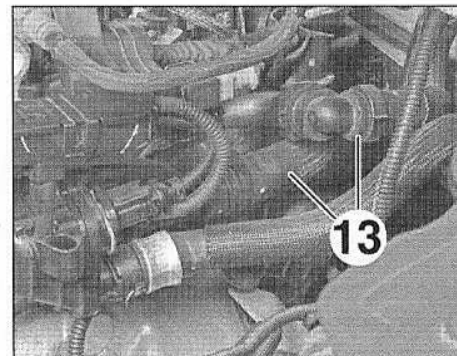

FIG.133
- Débrancher les durits (13) (Fig.133).